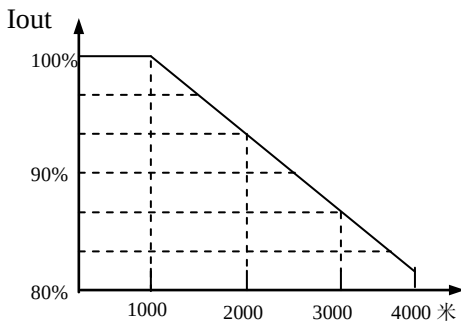

图 1-4 变频器降额曲线图
- 在海拔高度超过 1000 米的地区，由于空气稀薄，变频器的散热效果会变差，此时需降额使用。一般每升高 1000m 需降额 10% 左右。降额曲线参见图 1-4。